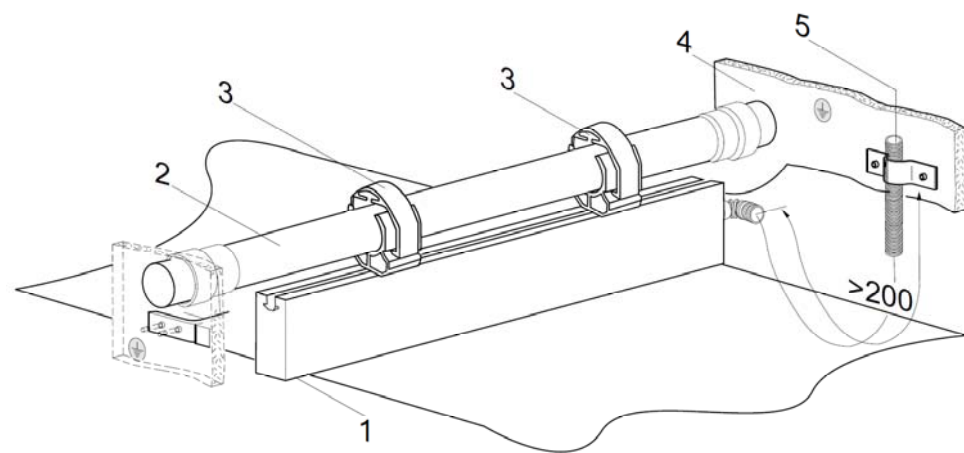

図4 GRP製丸棒を使用した取付例
除電器の取付材のオプションとして、GRP製の丸棒が用意されています。その取り付けの概要は、図4をご参照下さい。除電器は溝に差し込まれたプラスチックホルダーによってGRP製丸棒に取り付けられます。さらに長いバーを保持する場合は、GRP製丸棒にボルト止めするアングルブラケットを追加使用して、除電器のたわみを防止します。
- 2: GRP製部材(図4: 丸棒)